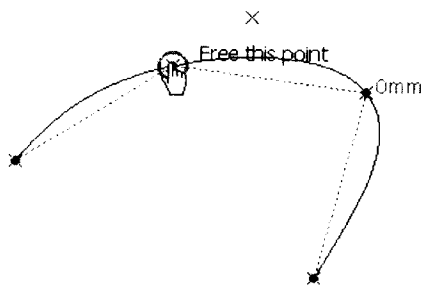
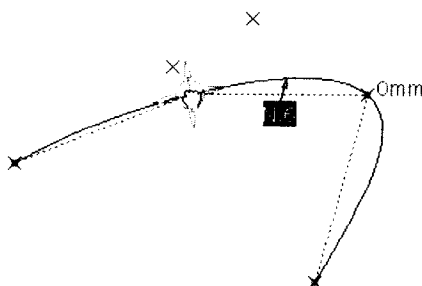
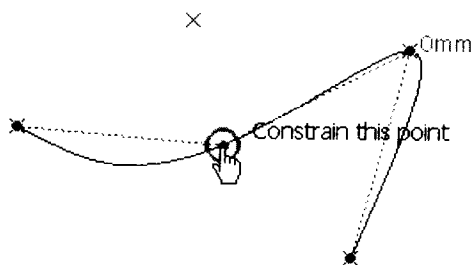
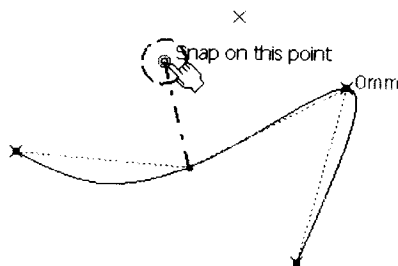

图 1-12
图 1-13
图 1-14
图 1-15
(6) 在对话框中单击按钮，可以对样条线上的点或者控制点进行约束或者取消约束。单击该按钮，选择一个需要改变约束方式的点，如果该点是某几何元素上的点，那么单击选择该点，在几何显示区出现“Free this point”字样，如图 1-12 所示；拖动该点的方向控制器，可以将该点移动到其他位置，如图 1-13 所示。如果该点没有被限制在某个几何元素上，将鼠标移动到该点上时，显示出“Constrain this point”字样，如图 1-14 所示；再选择一个几何点作为所选择点的新位置，如图 1-15 所示。